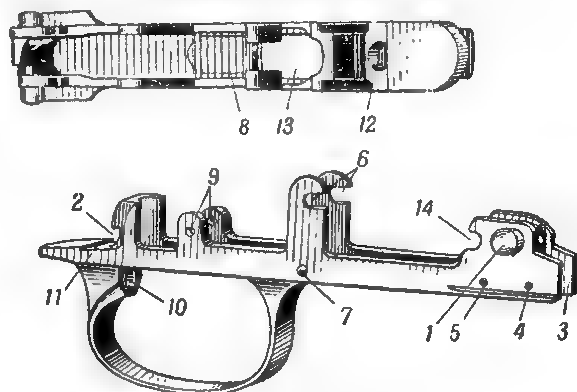

Рис. 30. Спусковая скоба:
31. Спусковая скоба (рис. 30) служит для соединения частей ударно-спускового механизма. Она имеет: цапфы для соединения со ствольной коробкой; поперечный вырез для зуба защелки; передний вырез для защелки магазина; отверстие для оси защелки; отверстие для оси автоматического спуска; вы-